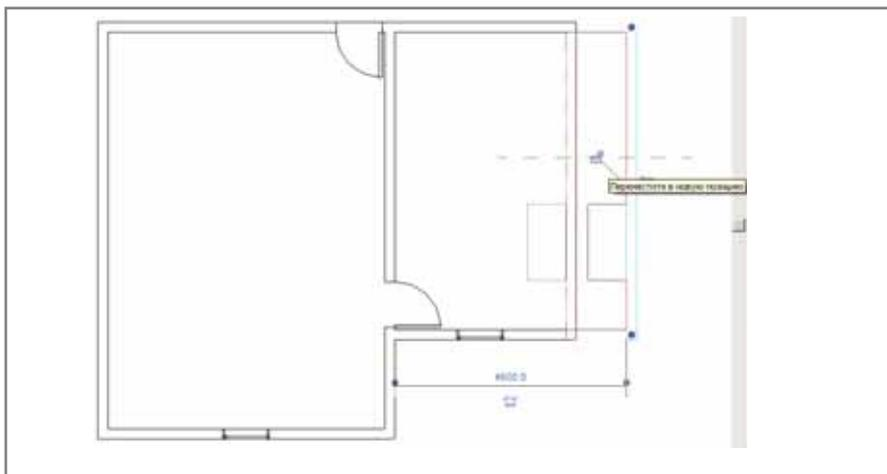

Рис. 15. Двигая стену, к которой присоединен объект, мы также двигаем и сам объект
8. Чтобы активировать команду, нужно выделить стол с помощью инструмента *Редактировать (Modify)*, немного отодвинуть его от стены и затем поставить обратно. Теперь программа свяжет ближайшие стены со столом, а значит, перемещая окружающие стены, вы переместите вслед за ними и стол (рис. 15 и 16).